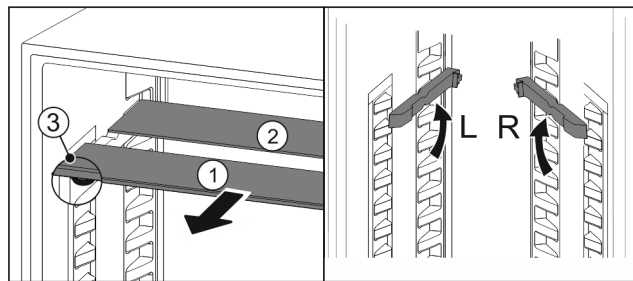

Fig. 90
- ▶ Издърпайте Fig. 90 (1) поотделно стъклените плочи напред.
- ▷ Стъклената плоча Fig. 90 (1) с декоративната лайсна е отпред.
- ▷ Ограничителите Fig. 90 (3) сочат надолу.